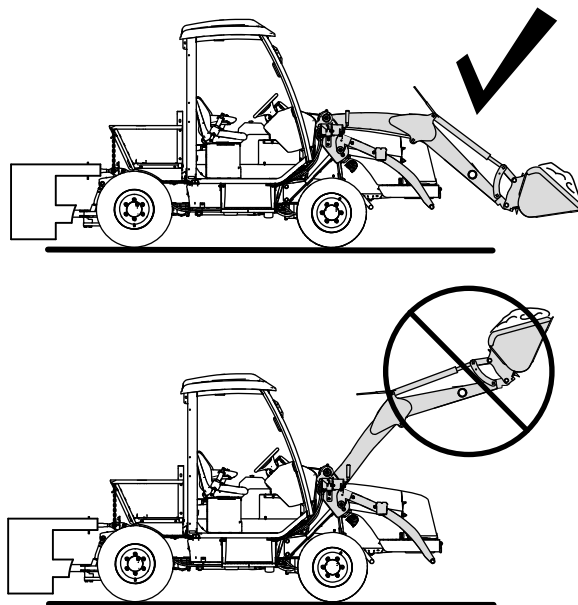

**Figura 60**
Mientras utiliza la cargadora, puede utilizar el indicador de nivel del apero (Figura 60) para observar la posición del apero desde la posición del operador. Puede ajustar el indicador para su uso con diferentes aperos:
2. Ajuste el indicador de nivel del apero (Figura 60) de manera que sea visible desde la posición del operador.